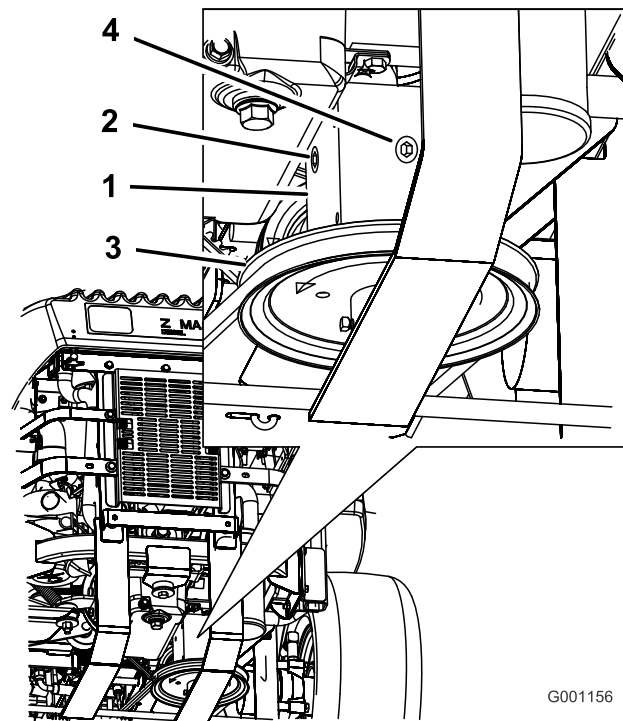

Figura 60
4. Retire el tapón lateral o trasero de la caja de engranajes (Figura 60).